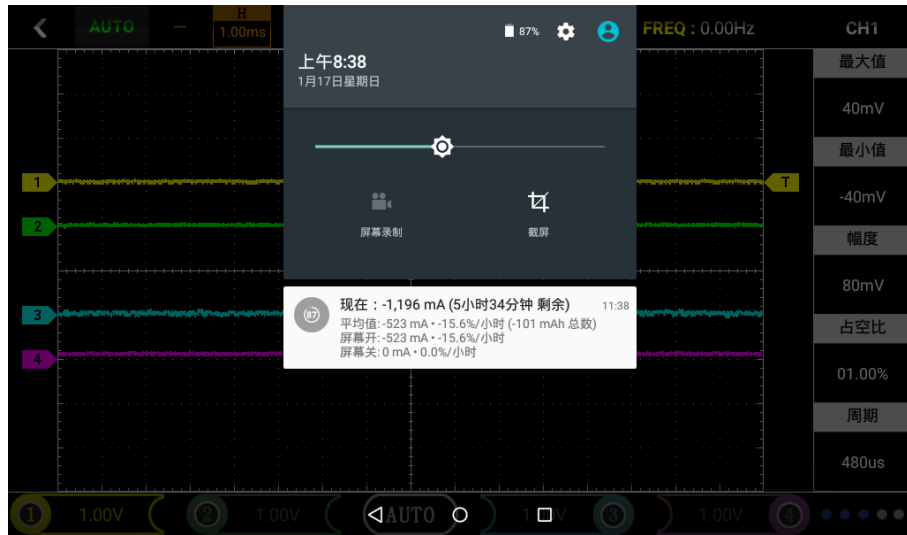

图3-11
- 2) 从屏幕顶部下拉打开下拉菜单，点击“截屏”即可，如图3-11